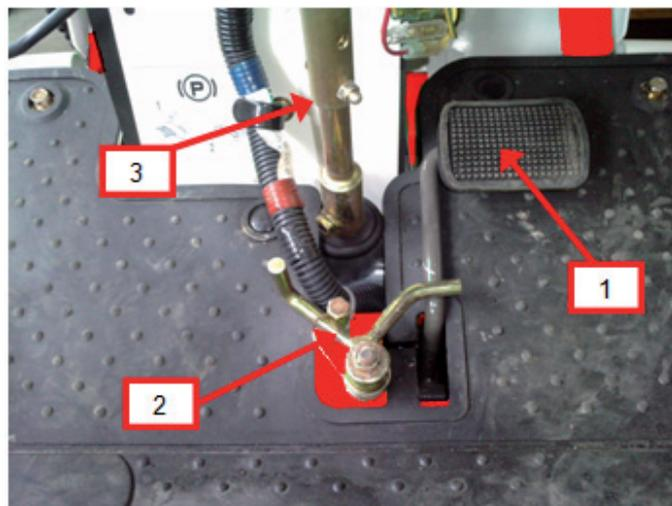

Bild 4
Das Bremspedal (Bild 4,1) wird in Gefahrensituationen oder als Parkbremse verwendet. Wenn das Bremspedal getreten wird, springt der Geschwindigsregelhebel in seine Ausgangsposition zurück. Um die Bremse zu arretieren, drücken Sie das Bremspedal (1) und schieben den Arretierhebel (2) nach rechts. Um die Bremse zu lösen, drücken Sie das Bremspedal, der Arretierhebel springt in seine Ausgangsposition zurück
Mit dem Lenkrad bestimmen Sie, in welche Richtung die Maschine fährt. Wenn Sie das Lenkrad nach rechts (im Uhrzeigersinn) drehen, fährt die Maschine nach rechts. Wenn Sie das Lenkrad nach links (gegen den Uhrzeigersinn) drehen, fährt die Maschine nach links. Die Höhe des Lenkrades kann mit einer Schraube eingestellt werden. Lösen Sie hierzu die Schraube (Bild 4, 3) und Sie stellen die Höhe passend ein. Montieren Sie die Schraube wieder. Das richtige Drehmoment entnehmen sie dem Kapitel „Drehmomente“ in dieser Anleitung.